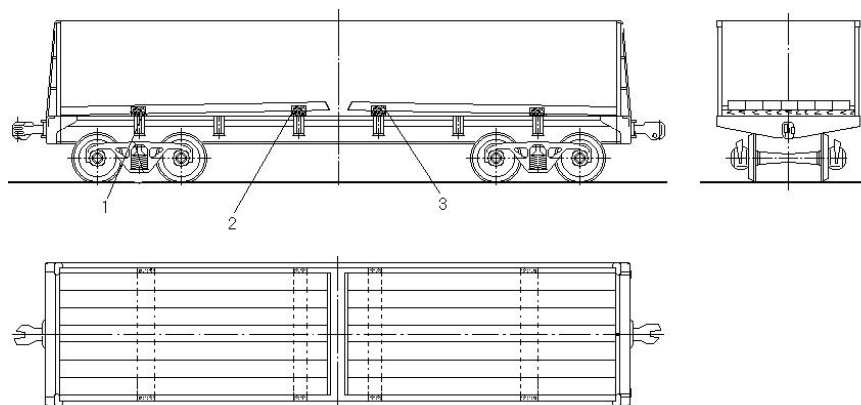

Рисунок 195
8.2.5. Бломсы длиной свыше 4000 мм до 5900 мм включительно размещают в один ярус по высоте двумя штабелями по длине полувагона каждый на двух подкладках сечением не менее 40х100 мм и длиной 2870 мм, расположенных на шкворневых балках, и двух подкладках сечением не менее 80х100 мм и длиной 2870 мм, расположенных на средних или промежуточных (в зависимости от длины бломса) балках, со смещением к торцу полувагона (рисунок 195). При наличии свободного пространства между штабелями и боковыми стенами полувагона более 100 мм от поперечных смещений бломсы крепят брусками сечением не менее 50х100 мм и длиной по месту, которые устанавливают на подкладки и прибивают к ним каждый двумя гвоздями длиной не менее 100 мм.